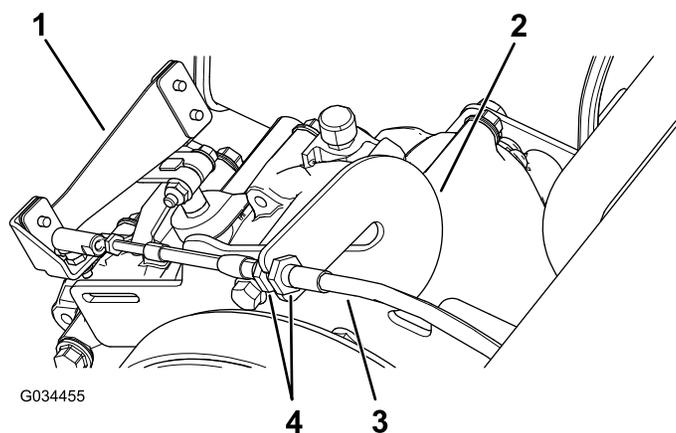

Figura 60
1. Allentate i controdadi sul cavo del cambio e regolateli come opportuno (Figura 60).
- Testate la posizione del cambio ruotando il selettore della velocità nelle 3 diverse posizioni e verificate se la leva (Figura 60) cambia in modo opportuno tra una marcia e l'altra; fate riferimento a Leva e indicatore del cambio (pagina 13).